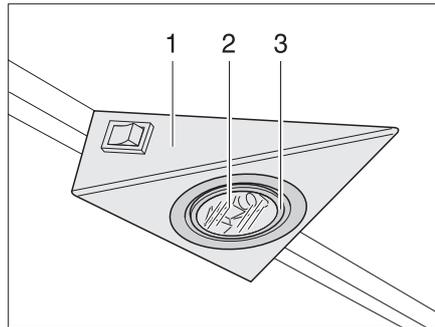
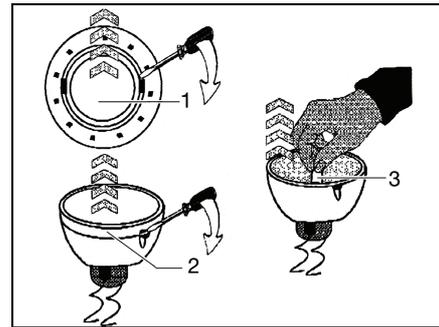

Bild 175 Halogeneinbauleuchte
Bild 176 Halogenlampe wechseln
Die Halogeneinbauleuchte ist in einem Gehäuse (Bild 175,1) versenkt eingebaut.
- Inneren Abdeckring (Bild 175,3 bzw. Bild 176,1) mit einem geeigneten flachen Werkzeug (z. B. Schraubendreher) vom Gehäuse lösen.
- Abdeckring mit der Glasscheibe (Bild 175,2) abnehmen.
- Halogenlampe (Bild 176,2) entfernen.